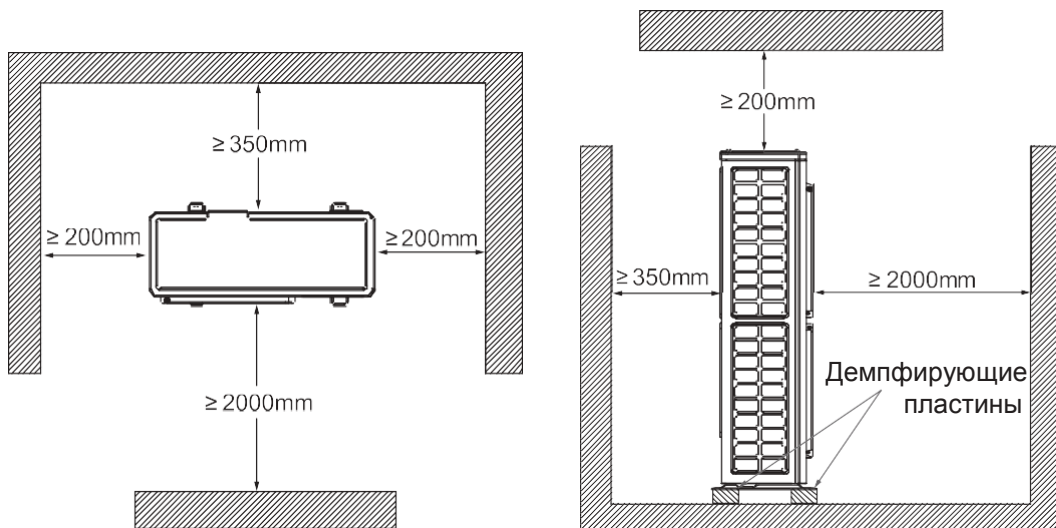

Рис. 11.2.
11.1.5. Требования по размещению наружных блоков MINI (AMV5-O120/M, AMV5-O140/M, AMV5-O160/M, AMV5-O120/M (3F), AMV5-O140/M (3F), AMV5-O160/M (3F)) и наружных блоков не-модульной компоновки (AMV5-O160/M (3F), AMV5-O224/S, AMV5-O280/S, AMV5-O335/S) согласно рис. 11.2.